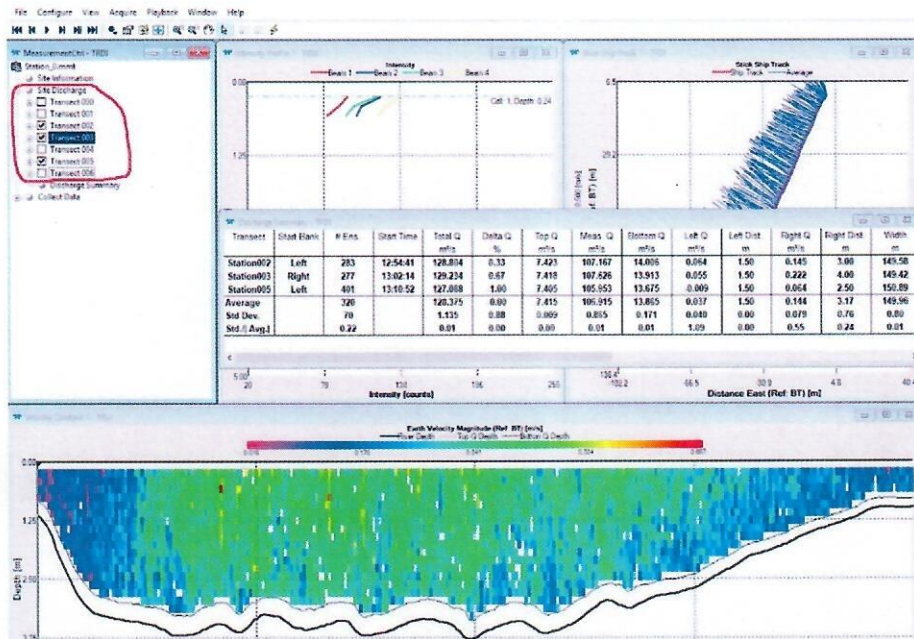

Fig. 25
- d) Analizând datele obținute în urma Măsurătorilor de Debit, excludem pofilele care nu sunt relevante sau sunt cu abateri, lăsând doar pe acele cu valori cât mai apropiate (fig. 25).